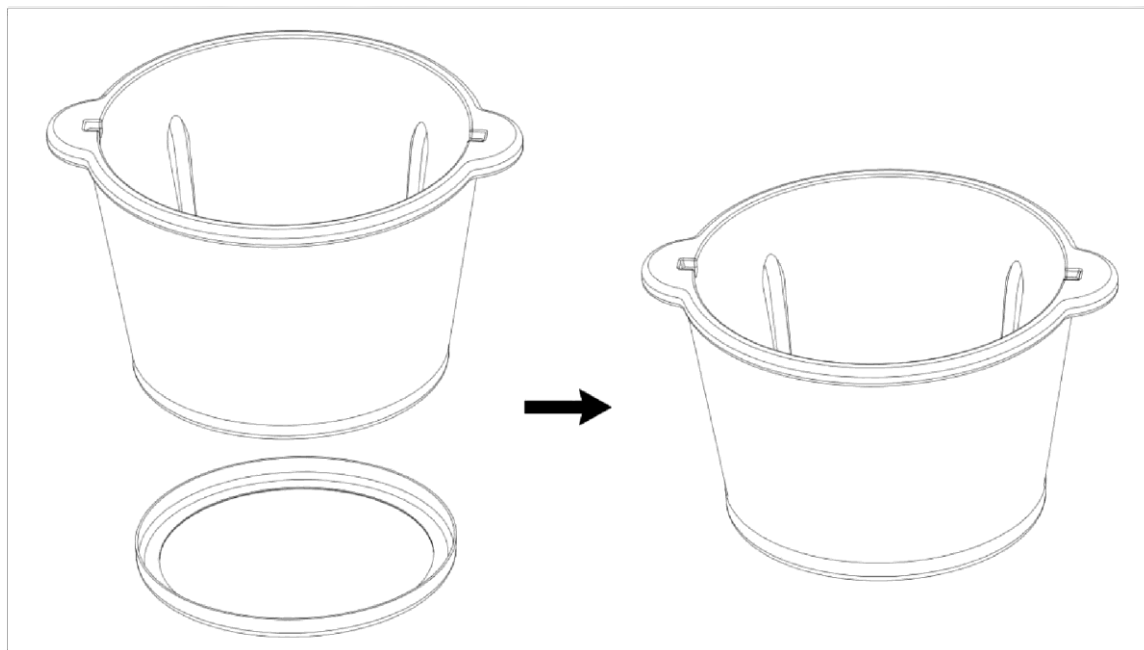

Рис. 1
- a) Установите чашу чоппера на противоскользящую подставку. (Рис. 1)
Порядок сборки: Установите боковое лезвие на основное лезвие (Рис. 1 и 2), и поверните боковое лезвие против часовой стрелки (Рис. 3), затем снимите защитник лезвия.